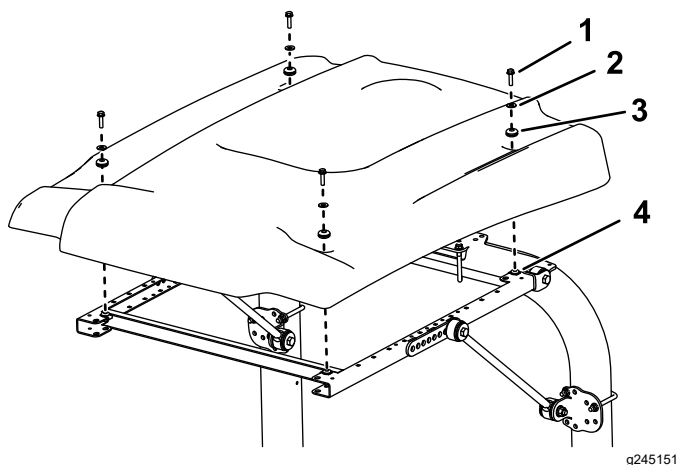

Bild 35
15. Positionieren Sie das Sonnendach beim Ausfluchten der Befestigungslöcher am Rahmen wie in Bild 35 abgebildet.
16. Befestigen Sie jede Ecke des Sonnendachs mit einer Bundkopfschraube (5/16" x 1 1/4"), einer kleinen Scheiben und einer Scheibe lose am Rahmen (Bild 35).